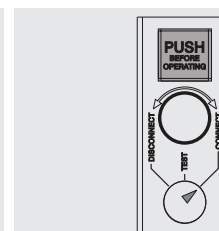

Figure 62
- disjoncteur en position d'embroché (voir Figure 62).